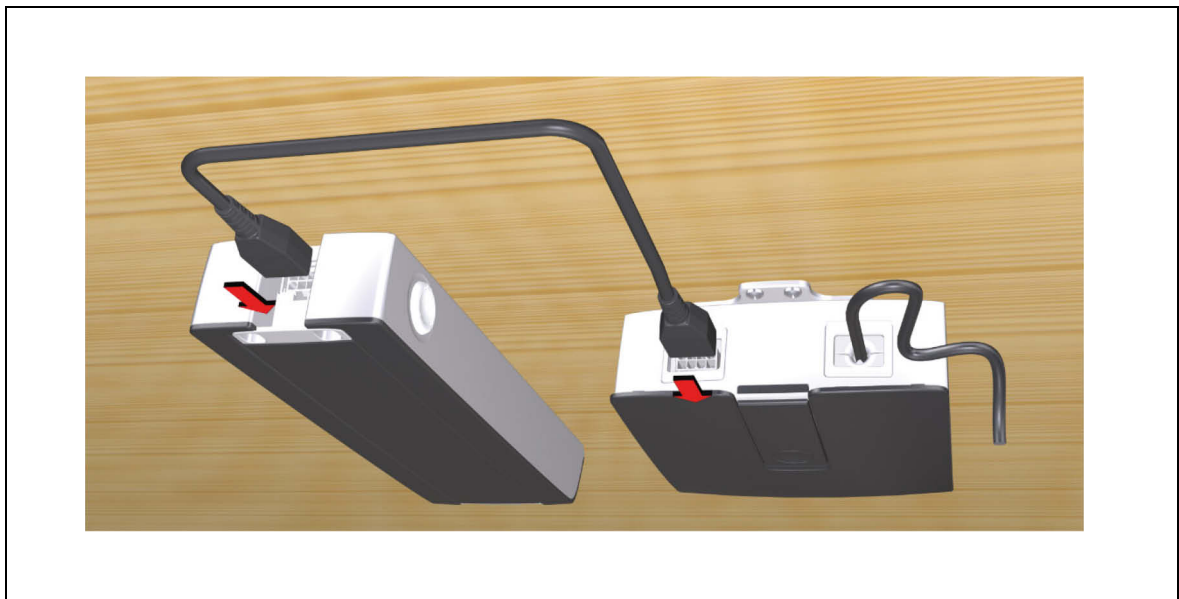

Abbildung 11 Beispiel: Anschluss des POWER SUPPLY HE-300 SMPS an die CONTROL UNIT HE-300
- 1 Schließen Sie das POWER SUPPLY HE-300 SMPS an die DewertOkin Steuereinheit (z.B. CONTROL UNIT HE-300, OKIMAT 8) wie in Abbildung 11 gezeigt. Benutzen Sie dazu die entsprechende DewertOkin Anschlussleitung.